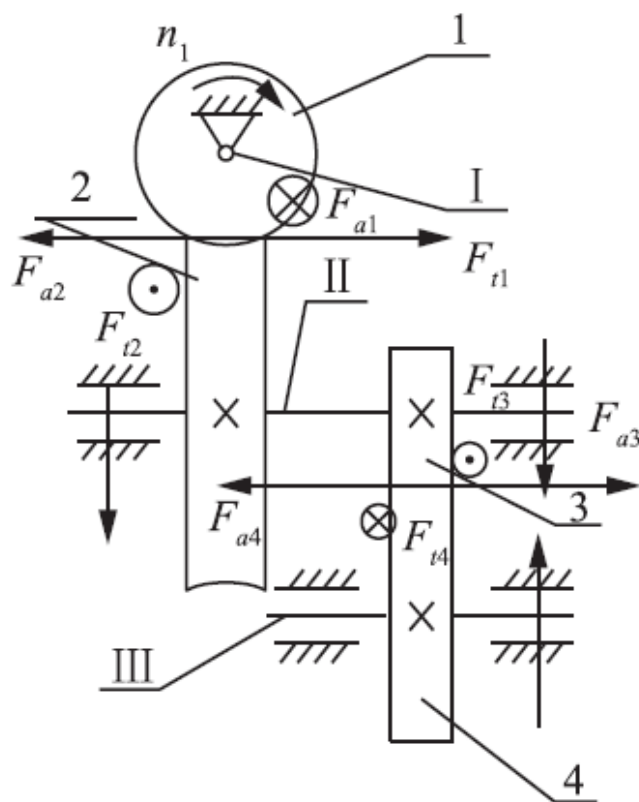

图12-3-5
(1) 蜗轮2右旋；齿轮3右旋；齿轮4左旋。
(2) 如图12-3-5所示。
(3) 如图12-3-5所示。